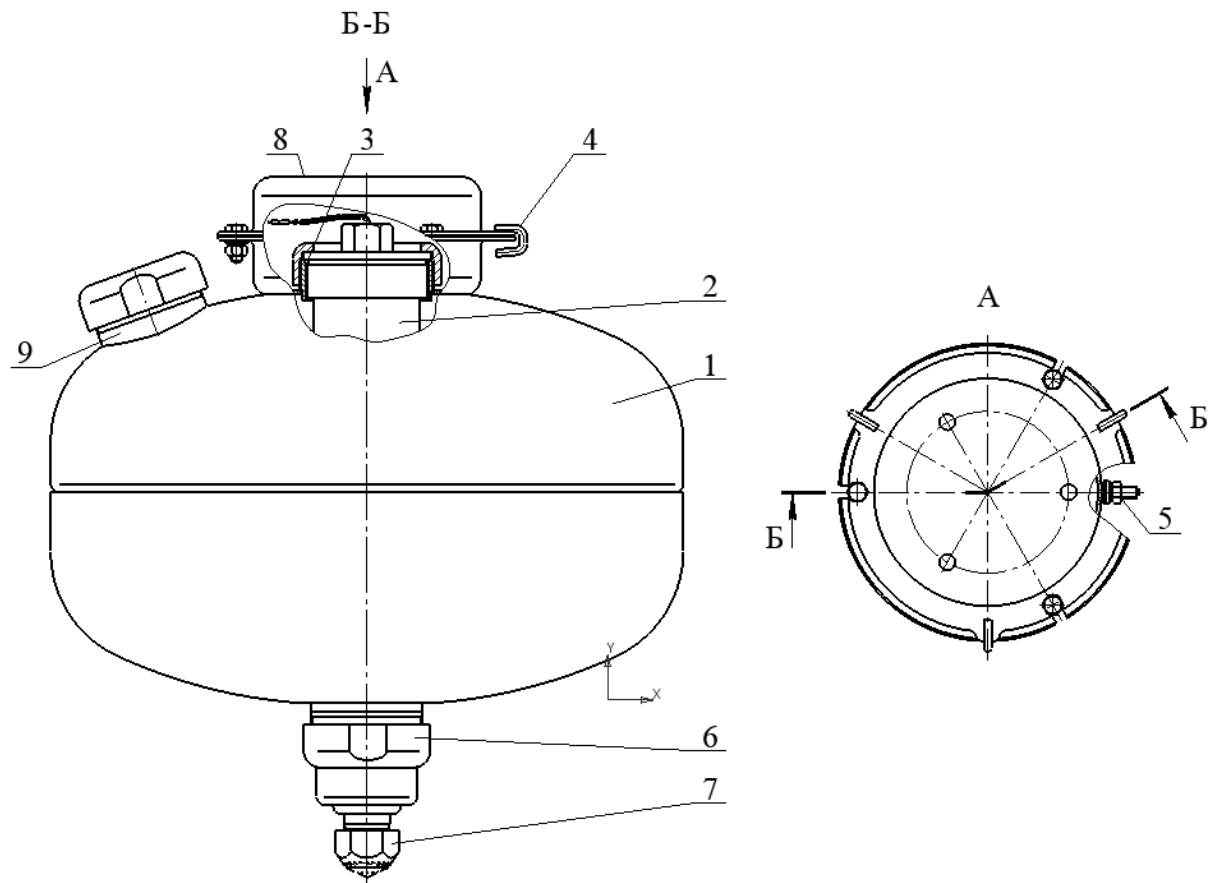

Рисунок 1
4.1.1 МУПТВ (см. рисунок 1) состоит из корпуса **1**, заправленного ОТВ, в котором размещено газогенерирующее устройство **2**.
4.2.1 После подачи электрического импульса на выводы элемента электропускового 4 (см. рисунок 1) ИХГ 3 генерирует газ, который создает давление внутри корпуса МУПТВ для вскрытия мембраны 5 и выпуска через насадок-распылитель 7 в зону горения тонкораспыленной струи ОТВ.
6.3 Закрепить кронштейн **8** (см. рисунок 1) на потолке. Координаты отверстий в кронштейне приведены на рисунке 6.
6.5.1 Подготовка ОТВ для МУПТВ-13,5-ГЗ-ВД($t^{\circ}\text{C} = +5_{\text{п}}$): залить в отверстие верхней горловины **9** (см. рисунок 1) воду (питьевую либо дистиллированную) (температура воды должна быть плюс ($15...25^{\circ}\text{C}$)) объемом $11,8^{+0,05}$ дм³. Открыть упаковки с жидкими добавками к воде и залить их в отверстие верхней горловины **9**. Установить в отверстие горловины предохранительный клапан. Сверху закрутить гайку. Момент затяжки гайки 110^{+20} Н×м.
6.5.2.3 Полученный раствор ОТВ залить в отверстие верхней горловины **9** (см. рисунок 1). Для окончательного приготовления ОТВ открыть упаковку (упаковки) с жидкими добавками и залить их в отверстие верхней горловины **9**. Установить в отверстие горловины предохранительный клапан. Сверху закрутить гайку. Момент затяжки гайки 110^{+20} Н×м.
6.6 На выпускную горловину гайки 6 (см. рисунок 1) накрутить до упора насадок-распылитель 7.
7.4 Комплект поставки для перезарядки МУПТВ (см. рисунок 1):